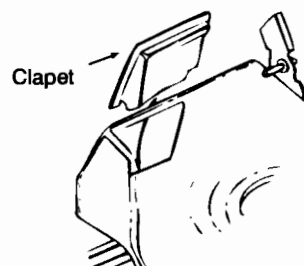

Figure 10
- Relevez le clapet arrière et retirez l'obturateur du déflecteur de déchetage. Voir la figure 10.
- Relevez le clapet d'éjection arrière et installez le bouchon de déchetage arrière. Voir la figure 10.